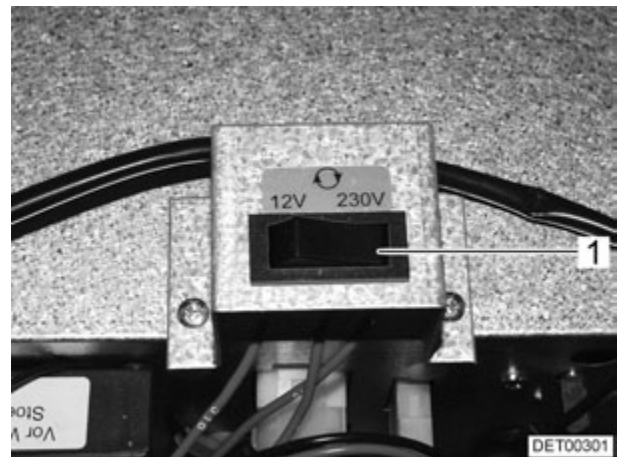

Fig. 102 Conmutador bombas de circulación
El interruptor (Fig. 102) para cambiar entre la bomba de circulación de 12 V y la bomba de circulación de 230 V se encuentra sobre la calefacción de agua caliente.
- Presionar el interruptor basculante (Fig. 102,1) a la derecha. La bomba de circulación de 230 V está conectada.
- Presionar el interruptor basculante (Fig. 102,1) a la izquierda. La bomba de circulación de 12 V está conectada.